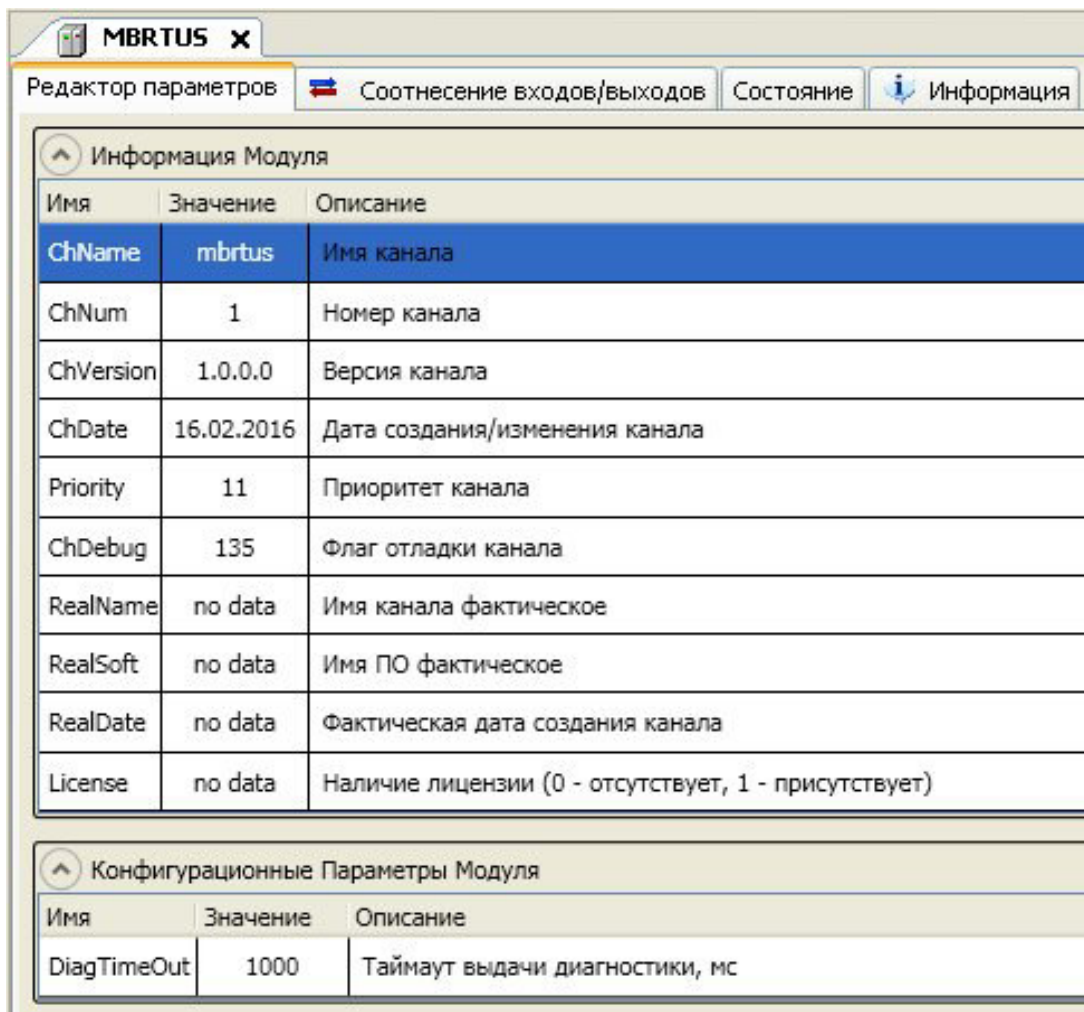

Рисунок 3.36 – Модуль **MBRTUS**. Закладка *Редактор параметров*
- 2 Перейти на закладку *Редактор параметров* (см. рисунок 3.36).